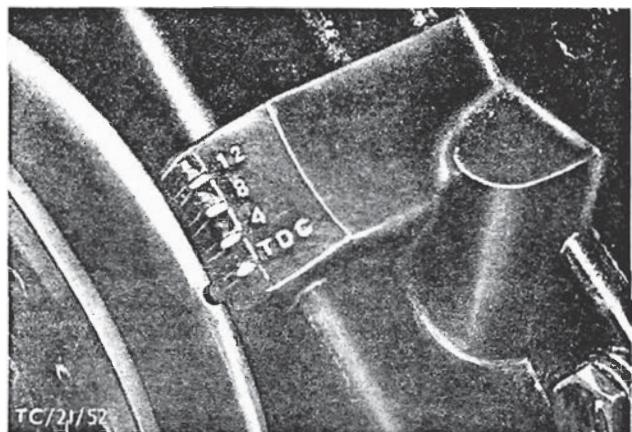

Fig. 82 - Remskiven ud for øverste dødpunkt-mærke.
2. Under justering af ventilspillerummene drejes motoren kun i den normale omdrejningsretning. Ved justering af den første ventil stilles krumtaprem-skivens mærke ud for "O-mærket" på taktdækslet, Fig. 82.